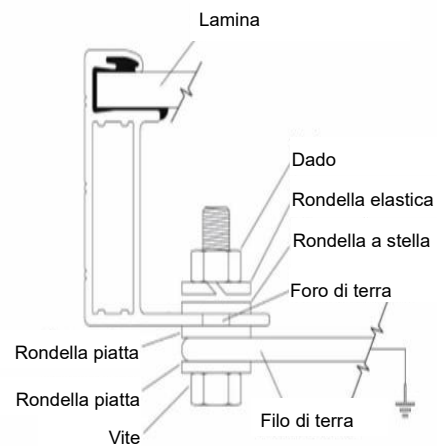

figura 1
- Utilizzare bulloni e rondelle M8 per collegare il filo di terra e il telaio in alluminio attraverso i fori di terra (come mostrato nella figura 1). La coppia di serraggio è di 3-7 Nm. Tutti i dadi e le rondelle devono essere in acciaio inossidabile.